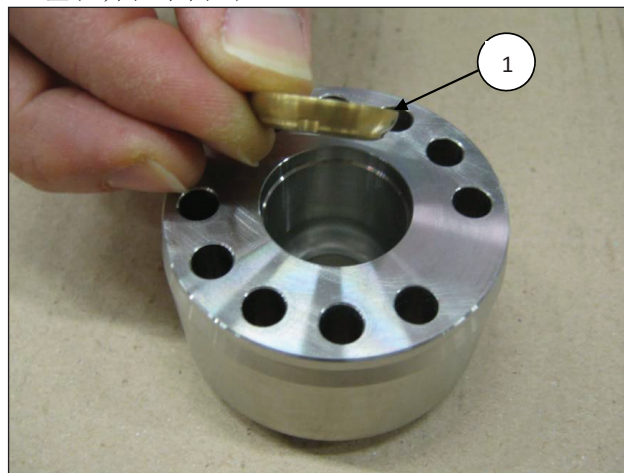
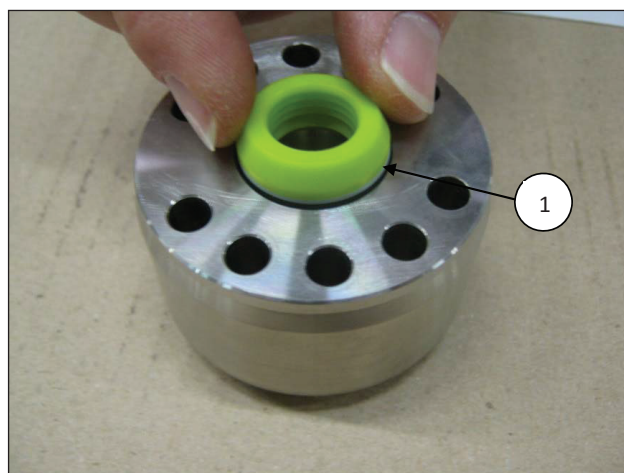
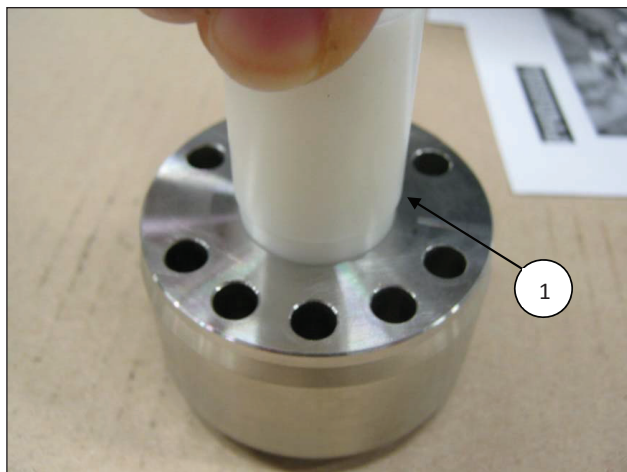

图56
图57
图58
- 在高压密封垫圈支架中插入泵头环 (①, 图56)，接着插入高压密封圈组；由于密封圈和高压密封垫圈支架之间有轻微干扰，为避免可能的损坏，建议使用一个塑料缓冲垫 (①, 图57和图58)。
高压密封圈插入泵缸套时，O形密封圈必须朝向活塞的工作方向，如图57和图59所示。